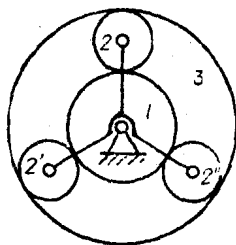

图 2-2
4) 如果在机构中存在着结构上完全相同的部分, 那末那些与机构运动的传递并无影响的相同部分带入的约束将为虚约束。例如在图2-2所示的齿轮传动机构中, 在齿轮1和内齿轮3之间同时装入了尺寸完全相同的三个齿轮2、2'及2'', 显然, 从传动的观点来看, 在这三个尺寸完全相同的齿轮中, 只要有一个 (例如齿轮2) 就够了, 而再装入的两个齿轮 (2'及2'') 并不影响机构的运动传递。所以, 从运动的观点来看多装入的这两个齿轮所带入的约束将为虚约束。